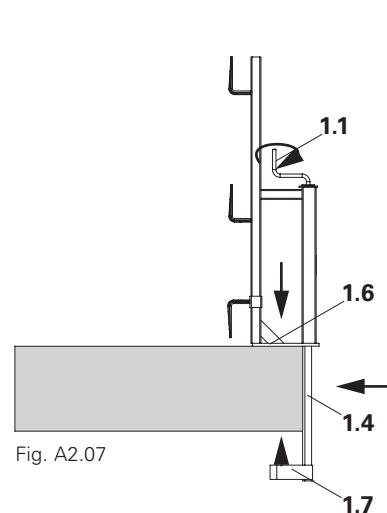

Fig. A2.07
- Il tubo di fissaggio (1.4) si inserisce. (Fig. A2.07)